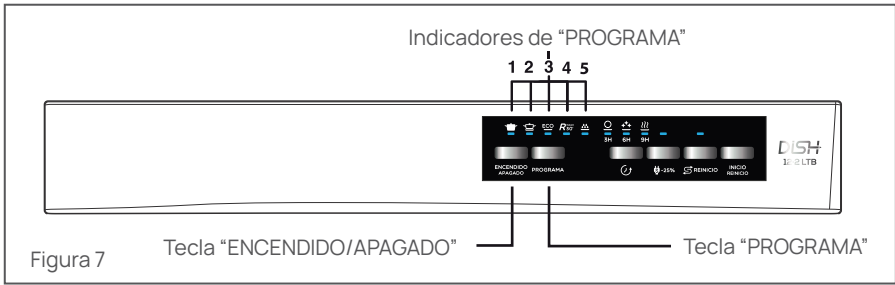

Figura 7
- Algunos indicadores luminosos "PROGRAMA" se iluminarán para indicar el nivel de selección actual de descalcificador (Ver Figura 7).